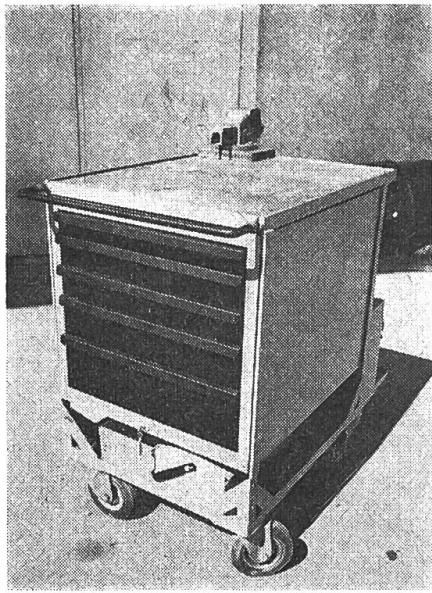

Abb. 19
4.3 Der **Werkstatt- oder Servicewagen** vereinigt die Vorteile der beiden Systeme 1 + 2 ohne deren Nachteile aufzuweisen (Abb. 19). Sein Nachteil ist der hohe Anschaffungspreis, wenn man ihn fertig kaufen will. Ein Eigenbau ist deshalb sehr zu empfehlen, zumal in diesem Fall alle Spezialwünsche des Benutzers berücksichtigt werden können. Schubladenblöcke sind im Fachhandel in jeder gewünschten Art und Grösse erhältlich.